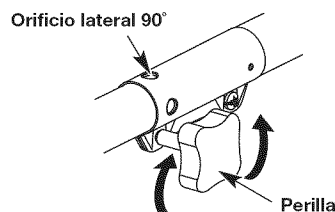

Fig. 3
1. Gire la perilla en sentido antihorario para aflojarla (Fig. 3).
3. Gire la perilla en sentido horario para ajustarla (Fig. 3).
Para realizar recortes decorativos con el accesorio de corte de cabezal de línea u otro accesorio, trabe el botón de desconexión del accesorio de corte u otro accesorio en el interior del agujero de 90° (Fig. 3).